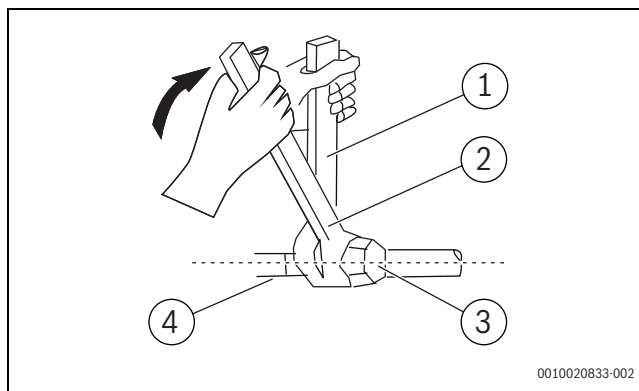

Bild 2
- Observera minsta höjd (→ bild 2 till 3).
- ▶ Välj installationsplats med hänsyn till minimiavstånden (→ bild 2).